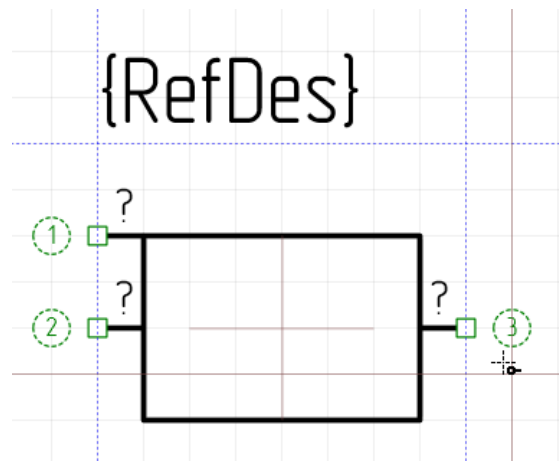

Рис. 187 Увеличение номера вывода
- Установите вывод в нужную позицию на границе, нажав левую кнопку мыши. После установки одного вывода инструмент «Разместить вывод» продолжает быть активным - он готов для размещения новых выводов. Для каждого нового вывода значение «Id-вывода» увеличивается на 1, (после «1» будет «2», после «2» будет «3» и т.д.), см. Рис. 187.